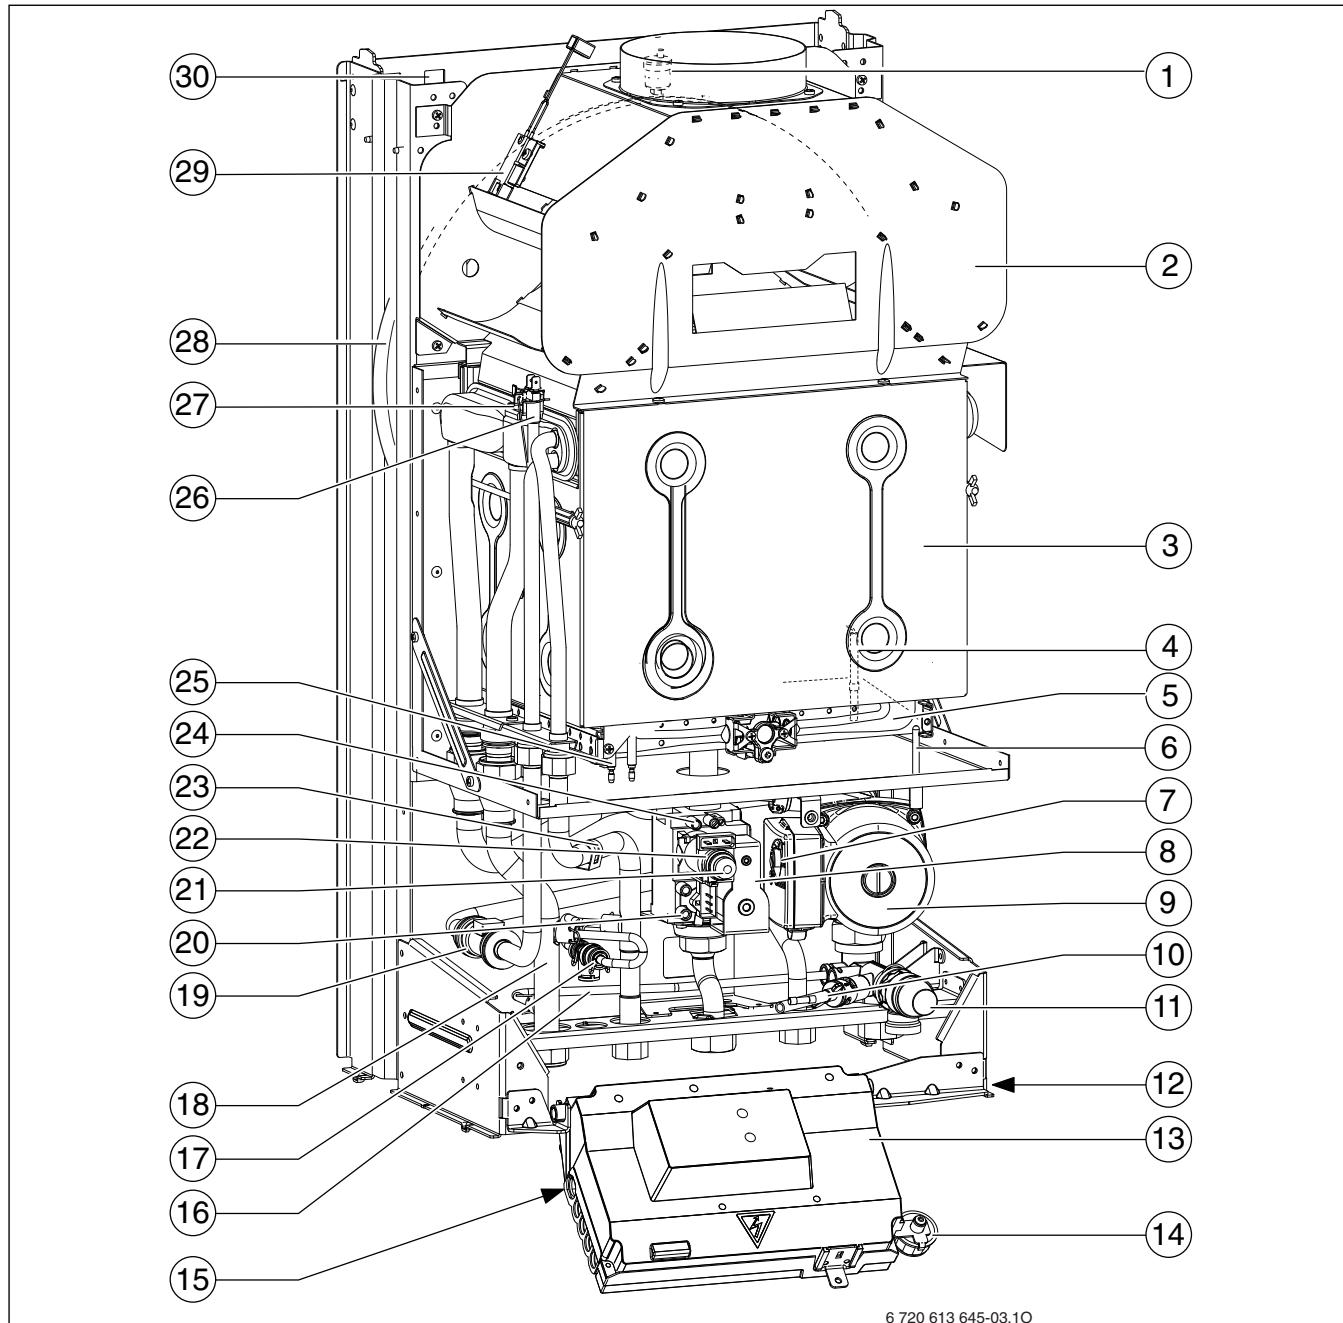

Рис. 3
Заводская табличка (12) находится справа внизу на траверсе (→ рис. 3).